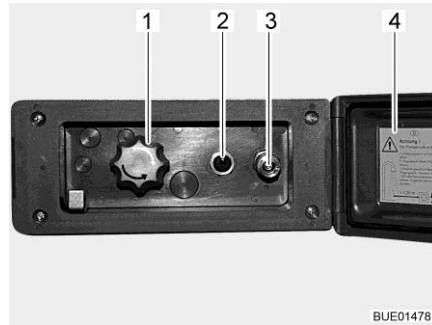

Bild 86 Duschanschluss außen
- Deckel (Bild 86,4) entriegeln und öffnen.
- Schlauch der Außendusche am Schnellverschluss (Bild 86,3) anschließen.
- Wasserpumpe mit Schalter (Bild 86,2) einschalten.
- Wassertemperatur mit Drehknopf (Bild 86,1) nach Wunsch einstellen.
- Wasserpumpe mit Schalter (Bild 86,2) ausschalten.
- Deckel (Bild 86,4) schließen und mit Schlüssel verriegeln.
- Drehknopf (Bild 86,1) auf Mittelstellung stellen.